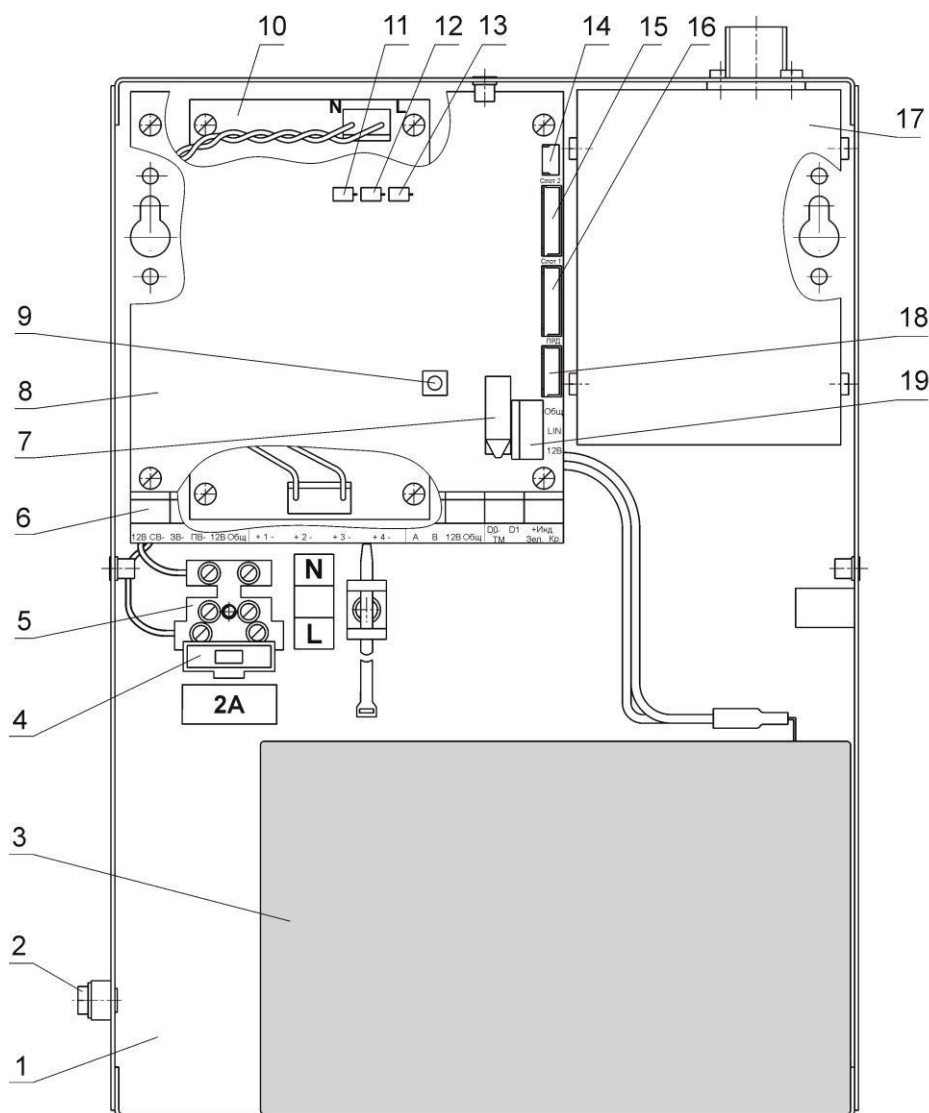

Рисунок 2 - Размещение узлов в кожухе ППКОП «Протон-4»
1.4.2 В кожухе прибора смонтированы (см. рисунок 2): печатный узел управления, источник питания 220/14В, клеммная колодка для подключения сетевого питания.